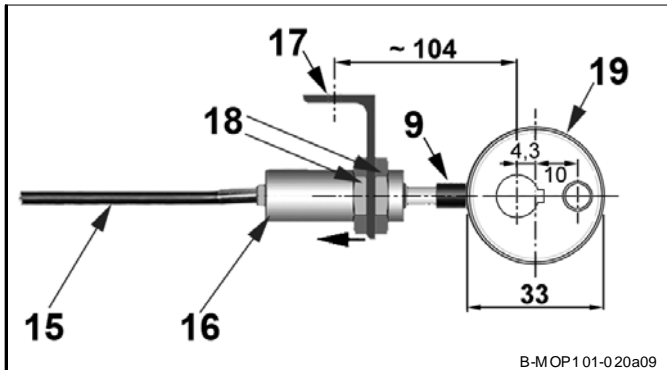

Abb. 2-2 Stößel und Exzentrerscheibe
Lösen Sie dazu die Gegenmuttern 18 (Abb. 2-2) des Halte winkels 17, um den Stößel 16 von der Exzentrerscheibe 19 zu entfernen.
- Die Stößelkappe 9 (Abb. 2-2) kann erhöhtem Verschleiß unterliegen.
- Positionieren Sie den Stößel und die Exzentrerscheibe wie in Abb. 2-2 dargestellt (min. Exzentrizität links).
- Legen Sie in dieser Position die Bohrungen für die Befestigungsschrauben des Haltewinkels fest (Abstand der Bohrungen des Haltewinkels zur Antriebsachse ca. 145 mm, siehe Abb. 2-2).
- ➔ Entfernen Sie die Stößelkappe 9 (Abb. 2-2) vom Taster 29 (Abb. 2-4) und öffnen Sie den Gewindestift 26 des Stößels.
- ➔ Montieren Sie die Stößelkappe 9 (Abb. 2-2), so dass sie am Ende des Tasters einrastet.